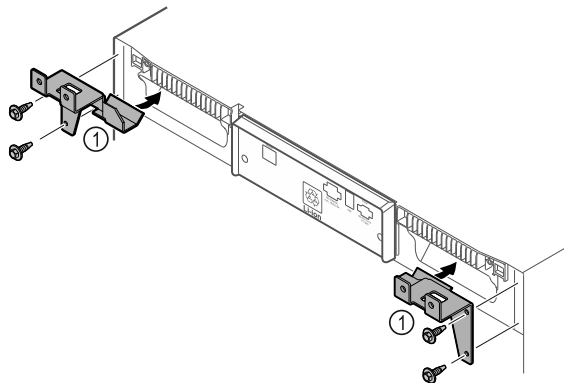

Fig. 12
- ▶ Namontujte prídržné diely Fig. 12 (1) na zariadenie pomocou samorezných skrutiek.